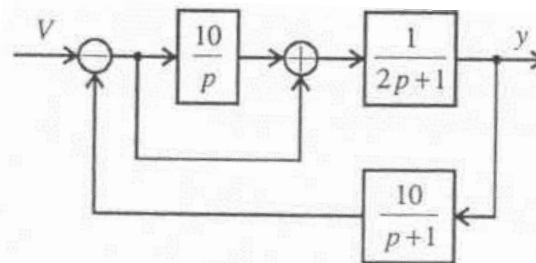

Рис.8.14. Структурная схема системы к задаче 13
13. С помощью критерия Найквиста проверить устойчивость системы (рис.8.14.).